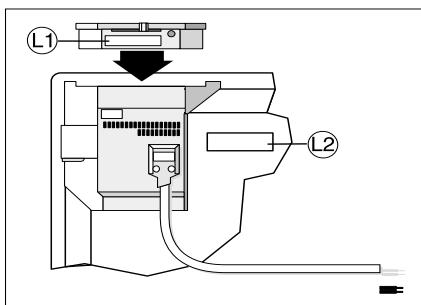

Рис.5
**5-1). Электронный термостат:** Термостат R80-XSC предназначен для использования с моделями обогревателей Nobo серии 8 (C2N, C4N и T4N). Термостат поставляется в собранном виде, и замена должна осуществляться квалифицированным специалистом. Во время установки термостата прибор должен быть отключен от сети электропитания. На рис. 5 ниже показано, как определить модель термостата (L1)
- Для того чтобы определить, оборудован ваш прибор автоматическим перезапуском, или нет, следует обратить внимание на заводской номер обогревателя, который находится на его задней поверхности (см. рис. 5 L2).